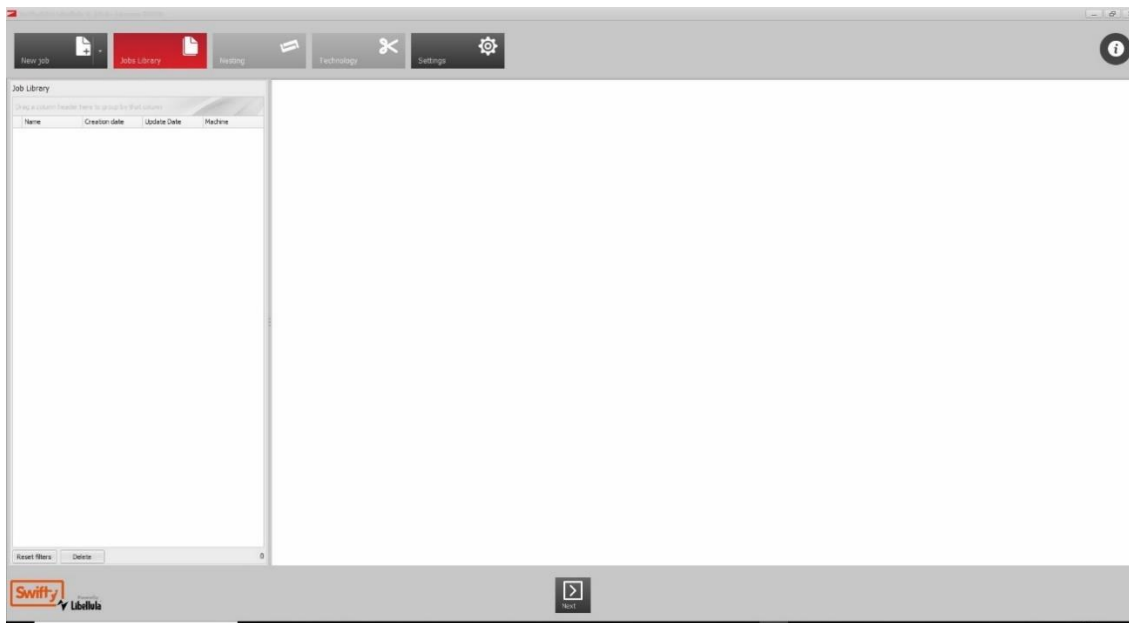

Fig 46 Application SwiftCAM (Bibliothèque des tâches)
1. Depuis le bureau, démarrez l'application SwiftCAM (double-cliquez sur l'icône SwiftCAM). Une fois l'application chargée, elle affichera la page Bibliothèque des tâches (Fig 46).